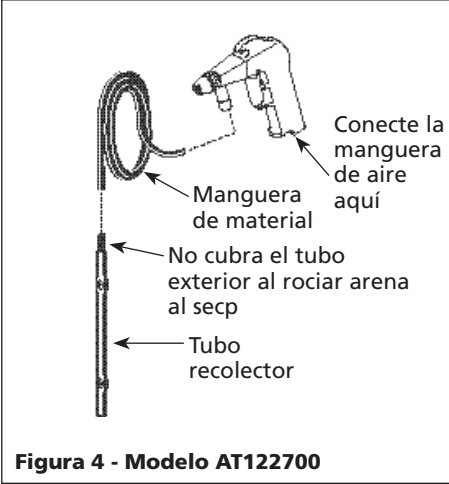

Figura 4 - Modelo AT122700
- tubo de recolección. Coloque el tubo de recolector en una bolsa mediana. (Vea la Figura 4).